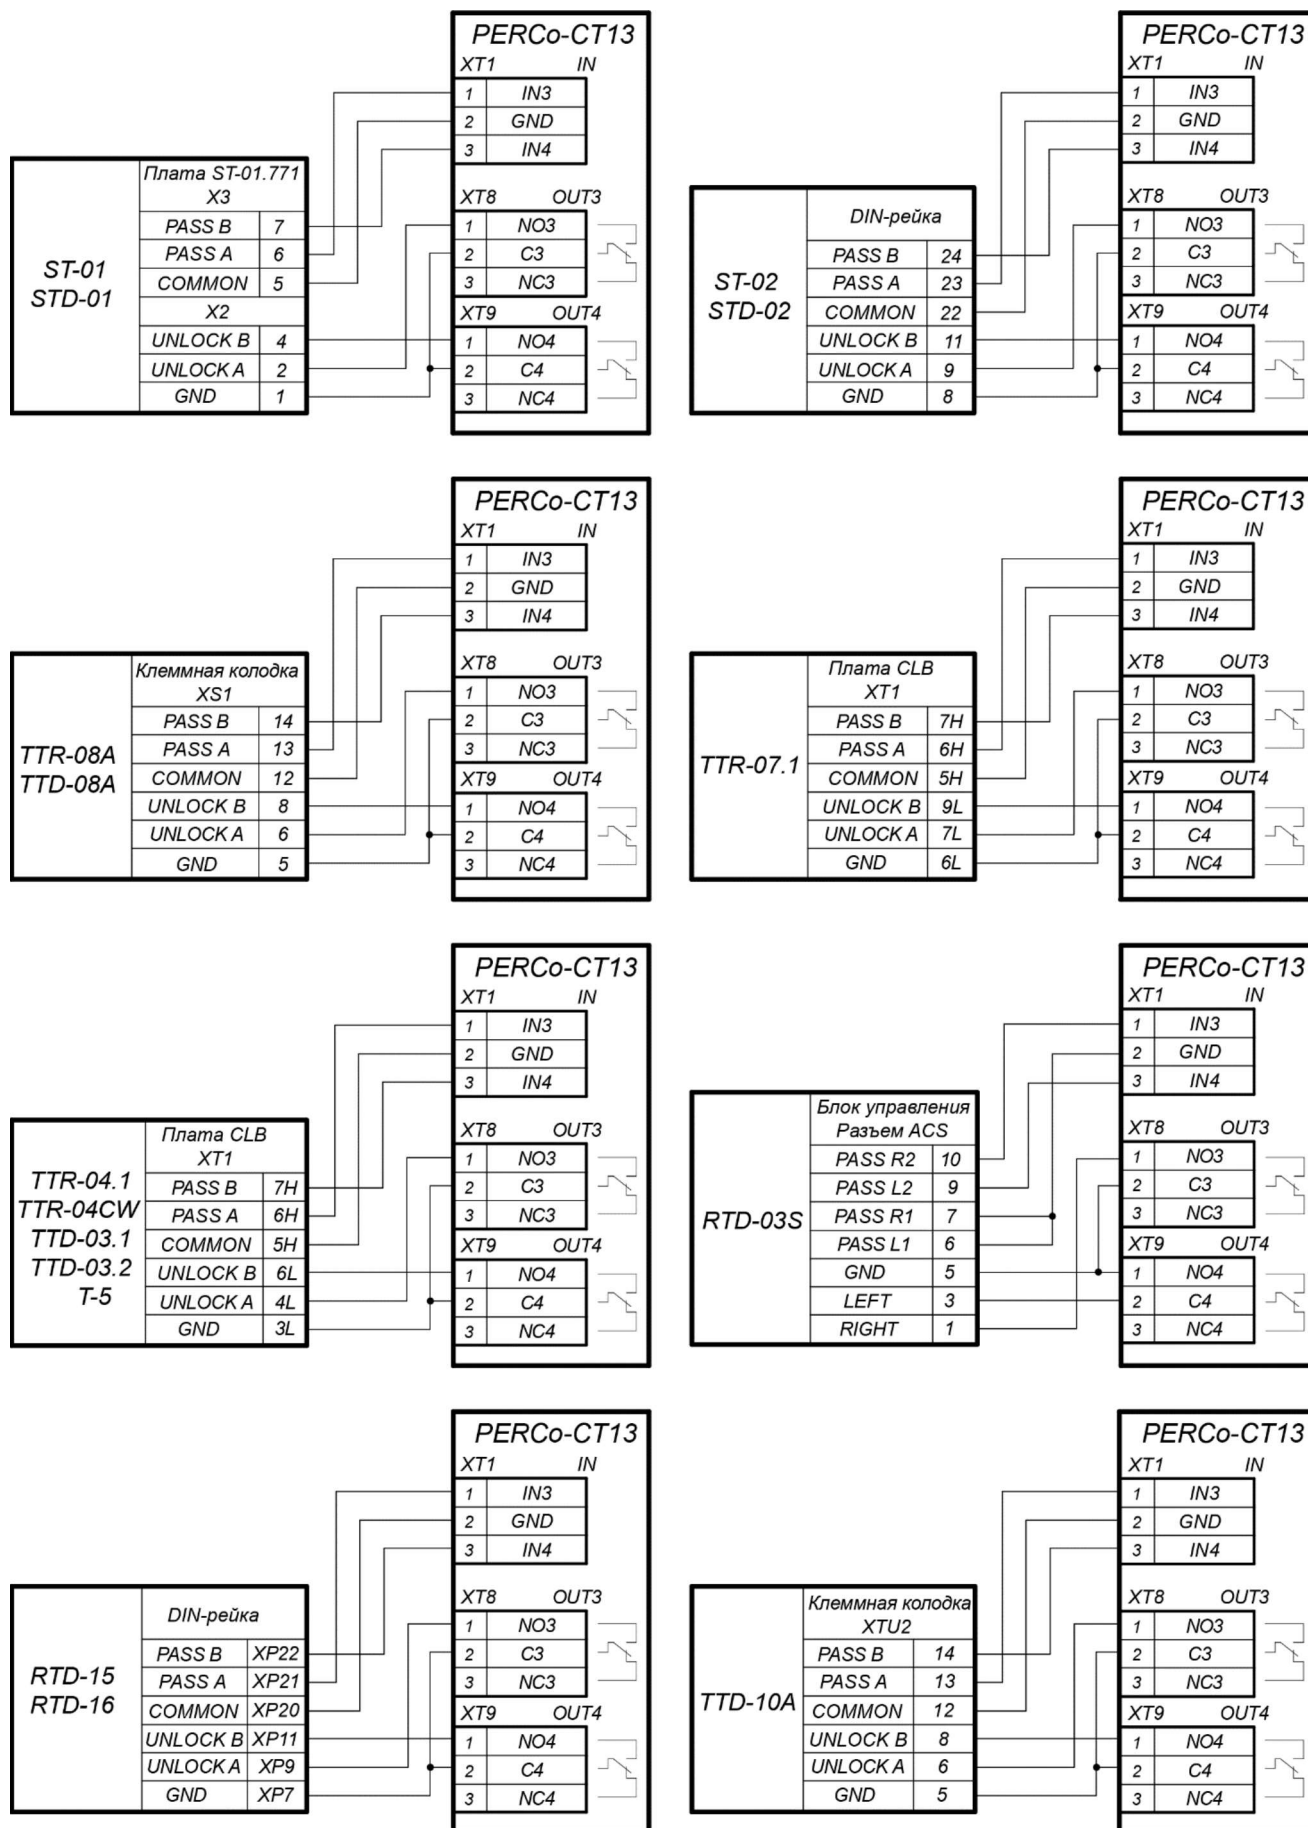

Рисунок 19. Схемы подключений турникетов в варианте конфигурации «Управление турникетом»
2. Дополнительный турникет или калитка (ИУ №2) подключается к клеммным колодкам **XT1**, **XT8**, **XT9** нижней платы контроллера в соответствии со схемой для данного типа изделия (см. рис. 19, 18).